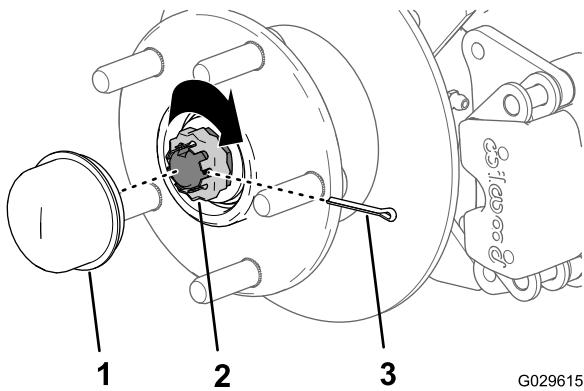

Рисунок 33
- Установите держатель поверх гайки и проверьте совмещение паза в держателе с отверстием в шпинделе под шплинт (Рисунок 33).
- Установите шплинт и загните обе лапки вокруг держателя (Рисунок 33).
- Установите пылезащитную крышку на ступицу (Рисунок 33).